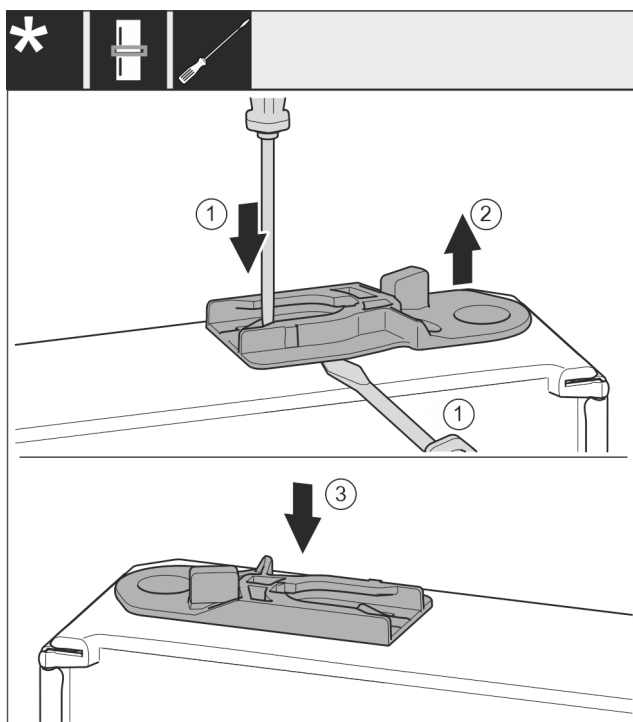

Fig. 39
- ▶ Húzza ki a vezetőhüvelyt: Nyomja a fedőlemezt Fig. 39 (1) lapos csavarhúzóval, és közben nyúljon lapos csavarhúzóval a vezetőhüvely Fig. 39 (2) alá.
- ▶ Tolja be a kiszállított csomagban található vezetőhüvelyt Fig. 39 (3) a ház másik oldalára.